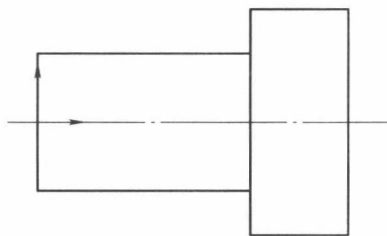

图 1-13 绘制轴
1) 单击主菜单中的【绘图】→【孔/轴】，或者操作【绘图工具】工具栏里的【高级曲线】功能，在【立即菜单】中单击【孔/轴】命令，生成的图形如图 1-13 所示。